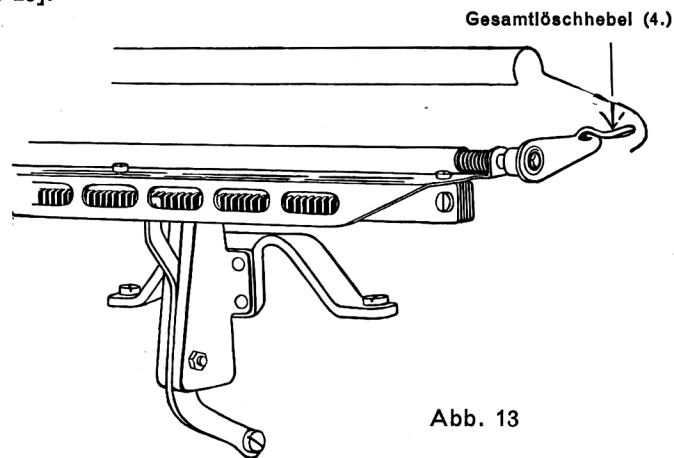

Abb. 13
4. Löschen aller Reiter: geschieht durch Niederdrücken des links an der Reiterschiene befindlichen **Gesamtlöschhebels** (Abb. 13) [auf Abb. 1 Hebel 29].
5. Löschen einzelner Reiter: Während durch Niederdrücken des **Gesamtlöschhebels** (Abb.13) **sämtliche** Reiter auf einmal gelöscht werden, können durch Anheben des mit Pfeil bezeichneten **Kolonnenstellerhebels** (Abb.12) **einzelne** gesetzte Reiter, nach Einstellung des Wagens in der unter 1 bezeichneten Weise, gelöscht werden.
Die Dezimal-Tabulator-Maschinen besitzen vor dem vorderen Rahmen des Maschinengestells 10 Tabulator-Tasten T mit den Hebeln H und den 10 Anschlägen A. Beim Niederdruck einer Tabulatortaste wird durch das Gestänge G wie beim einfachen Kolonnensteller der lose Schaltzahn aus dem Schaltrad gezogen und gleichzeitig die Wagenbremse eingerückt. Die Anschläge sind um je eine Buchstabenbreite voneinander entfernt. Das Setzen der Reiter erfolgt in der gleichen Weise, wie im vorigen Abschnitt beschrieben, durch **Hineindrücken** des an der rechten Maschinenvorderwand angebrachten Knopfes. Durch Drücken auf die vor der Tastatur angeordneten Tabulatortasten springt der Wagen sodann in die getastete Dezimalstelle. Das Löschen aller Reiter besorgt der **Gesamtlöschhebel** links an der Reiterschiene (Abb. 13). Einzelne Reiter werden, wie unter Abschnitt 5 beschrieben, gelöscht. Bei Formularwechsel läßt sich durch Umstellen jede Kolonnenarbeit rasch und bequem erledigen.